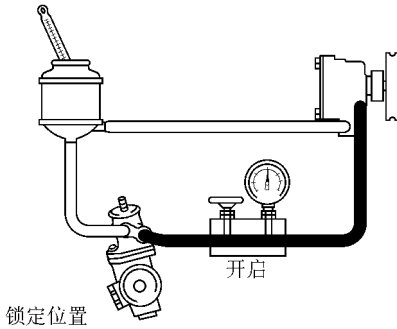

图 16-51 检查转向盘转到完全锁定位置上的压力值
(7) 检查转向盘转到完全锁定位置上的压力值，如图 16-51 所示。